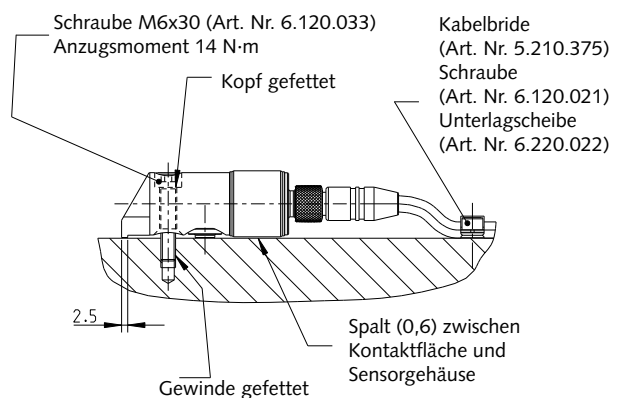

Bild 5: Montage mit Zylinderkopfschraube
- Der Transmitter wird mit einer Schraube befestigt, wobei das Gewinde sowie die Kopfaufschlagfläche vorher eingefettet wurden. Die Schraube wird mit einem Anzugsmoment von 14 N·m vorgespannt (Bild 5).